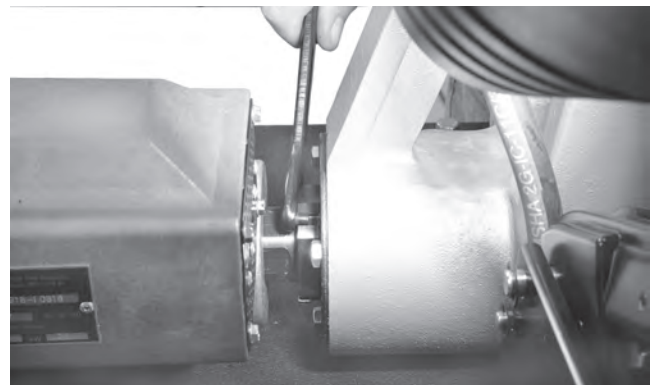

Figura 24 – Afloje y extraiga la tuerca de retención del eje de mando
4. Con la llave inglesa, afloje y extraiga la tuerca de retención del eje de mando (Figura 24).